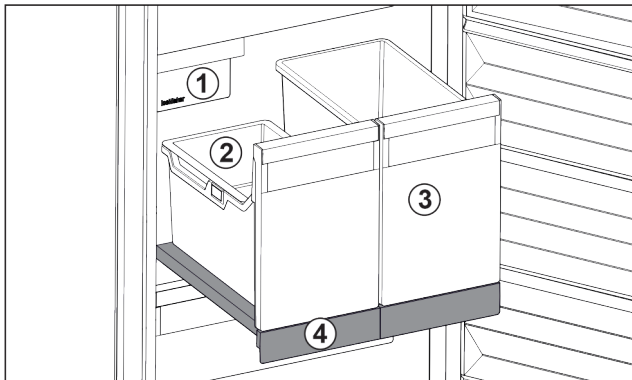

Fig. 27 Ripiano estraibile con IceTower
- (1) IceMaker
- (2) Vaschetta da agganciare per cubetti di ghiaccio
- (3) Contenitori ad es. per pizza, bevande alcoliche
- (4) Ripiano estraibile
Sul ripiano estraibile ci sono due contenitori alti (IceTower). I cubetti di ghiaccio dall'IceMaker vengono raccolti e conservati nel contenitore Fig. 27 (2). Il contenitore Fig. 27 (3) è adatto per conservare alimenti alti come pizze o bevande alcoliche.